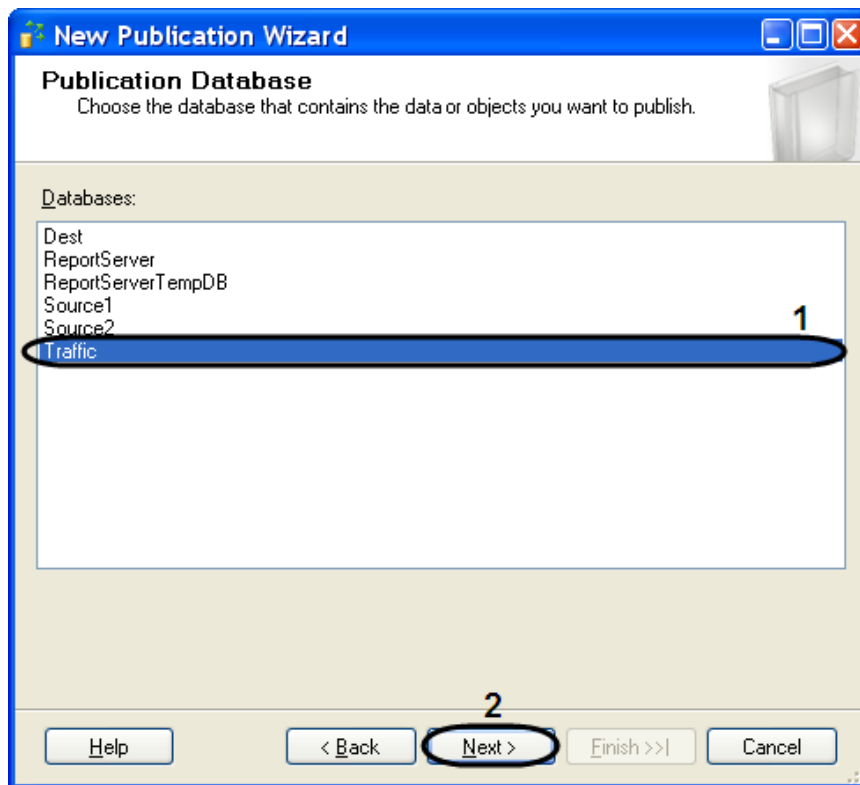

Рис. 11.3-4. Выбор базы данных
- 10.1. Выбрать значение базы данных распространителя из списка «Databases» (Рис. 11.3-4, 1).
- 10.2. Для продолжения нажать кнопку «Next >»(Рис. 11.3-4, 2).